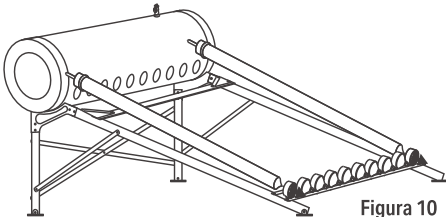

Figura 10
8) Con ayuda de alguien introduzca, lo más recto posible, dos tubos a los conos de los extremos como se muestra en la **Figura 10**. Después regrese los tubos en dirección al termo-tanque y alinee el termo-tanque con los tubos de manera que los tubos no vayan entrar forzados o en tensión. Es ahora cuando puede fijar el termo-tanque a la base apretando sus tuercas.